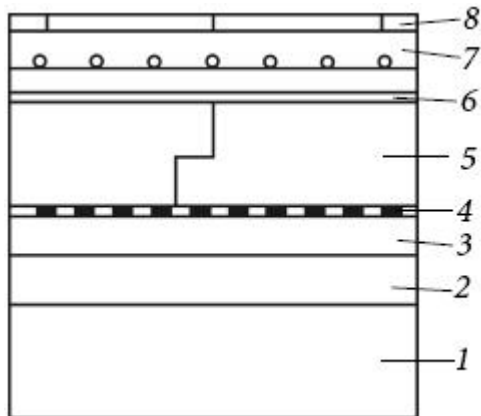

Рис. 33. Изоляция бетонного пола,
2. Непосредственно по грунту устраивают насыпную изоляцию в виде слоя щебня или керамзита толщиной около 10 – 20 см. Этот слой также уплотняют с помощью трамбовок. Можно уплотнить его, залив жидкой цементно-песчаной смесью. Материал насыпают слоями по 5 – 10 см, утрамбовывая каждый слой перед засыпкой следующего. Возможна замена щебня или керамзита гравием, в таком случае изоляционная «подушка» должна составить 30 см (рис. 33).